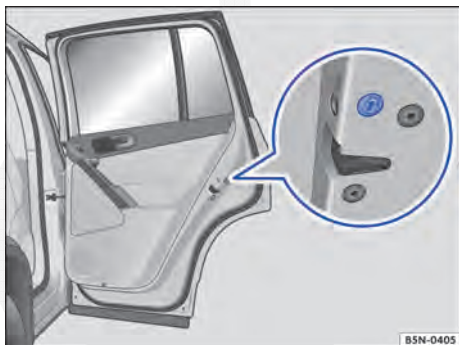

Fig. 220 Na parte dianteira da porta traseira direita: travamento de emergência, coberto por uma vedação de borracha.
- Remover a vedação de borracha da parte dianteira da porta. A vedação está identificada por um cadeado  ⇒ Fig. 220.